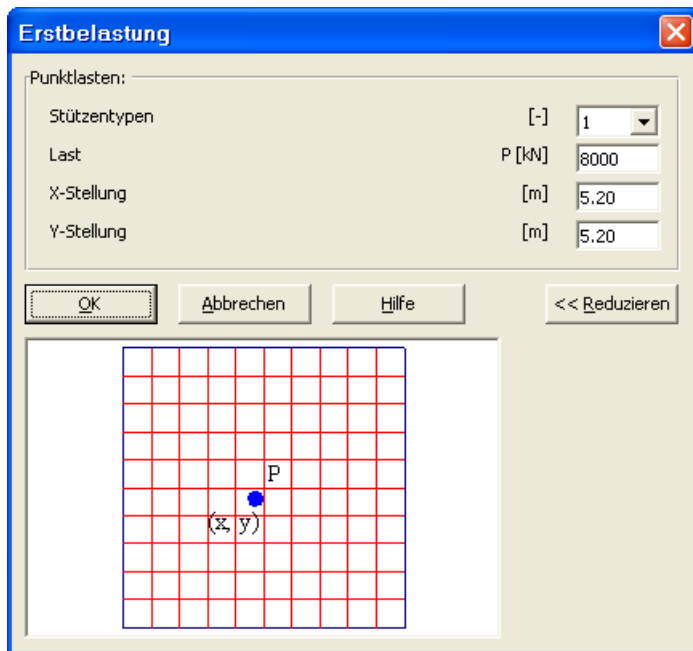

Bild 11-33 Dialogfeld "Belastung"
- Wenn der Befehl "Punktlasten" gewählt wird, ändert sich der Cursor von einem Pfeil zu einem Kreuz. Dann kann die Punktlast durch Klicken auf dem Bildschirm definiert werden. Wenn der Bildschirm geklickt wird, erscheint das folgende Dialogfeld (Bild 11-33) mit der Lastgröße und den Koordinaten